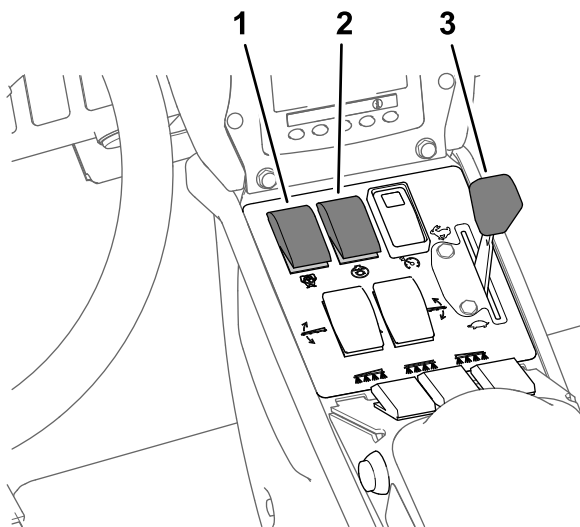

Figure 43
7. Réglez la commande de pompe à la position de MARCHE (Figure 43).
8. Amenez la commande d'accélérateur en position HAUT RÉGIME (Figure 43) et laissez tourner le moteur pendant 10 minutes.
6. Réglez la commande d'agitation en position DÉSACTIVÉE et la commande d'accélérateur en position HAUT RÉGIME (Figure 43).